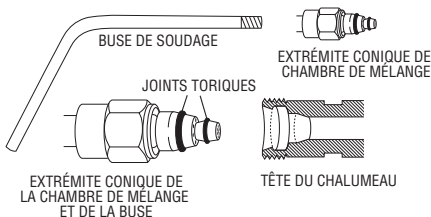

Figure 5
4. Sélectionner la bonne dimension et le bon type de buse. Rechercher sur l'extrémité conique les joints toriques manquants ou abîmés (voir la figure 5).
*Il **DOIT Y** avoir deux joints toriques d'étanchéité en bon état sur l'extrémité conique. L'absence de l'un des joints toriques crée une condition qui permet le pré mélange de l'oxygène et du gaz. Ceci peut provoquer un retour de flamme dans le manche du chalumeau ou dans l'accessoire de coupage (voir la figure 5).*
2. Inspecter l'extrémité conique avant l'emploi en recherchant les joints toriques manquants ou abîmés (voir la figure 5).
Ceci peut provoquer un retour de flamme dans le manche du chalumeau ou dans l'accessoire de coupage (voir la figure 5).